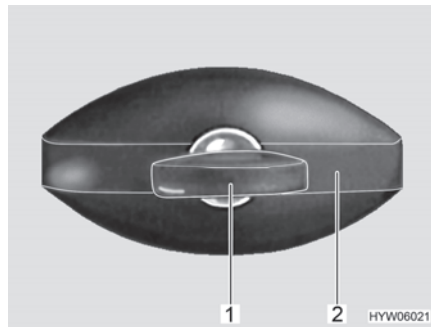

Bild 27 Lucklås (ellipsformat, låst)
- Stick in nyckeln i låscylindern (Bild 27,1) och vrid ett kvarts varv moturs. Låshandtaget (Bild 27,2) frigörs.